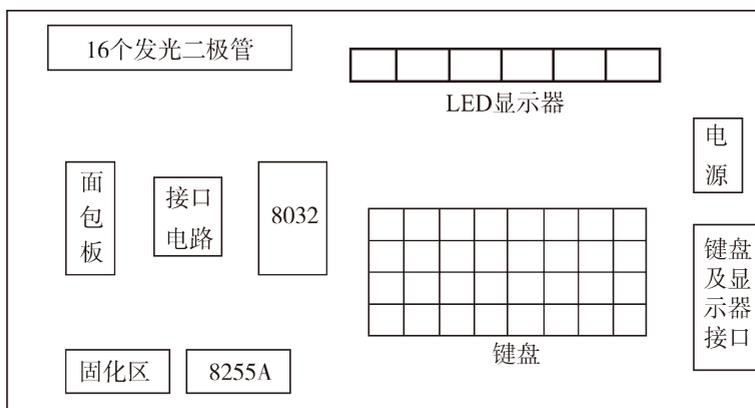
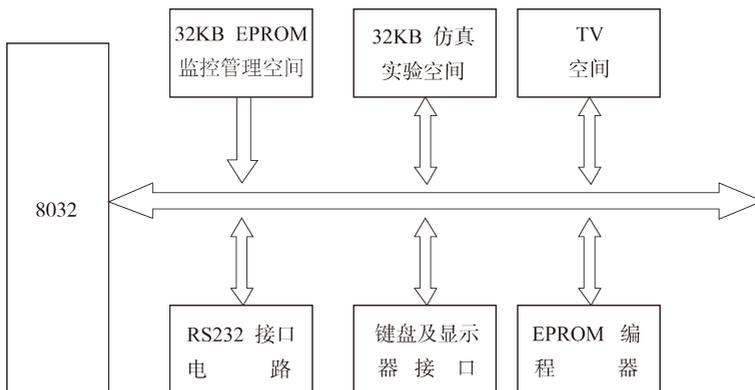

图 1-2 面板布局图
图 1-3 逻辑结构简图
② DAIS 系列单片机开发系统是江苏启东计算机厂的产品，作为一个 8032 扩展系统，其面板布局图和逻辑结构简图分别如图 1-2 和图 1-3 所示。